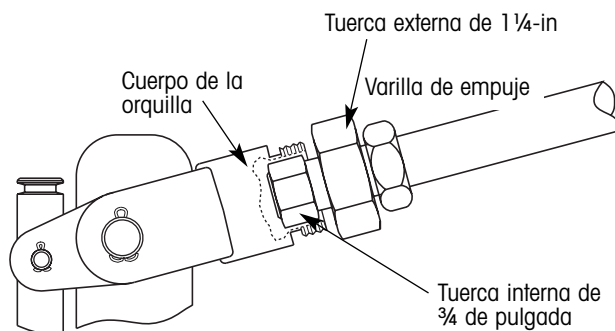

Figura 40. Alineando la matraca y la tornillería del collar
4. Rote la tuerca de ajuste manual de 7/16 de pulgada a favor de las manecillas del reloj hasta que la tuerca interna de ¾ de pulgada en el extremo de la varilla de empuje se deslice adentro del cuerpo hueco de la orquilla (figura 40).